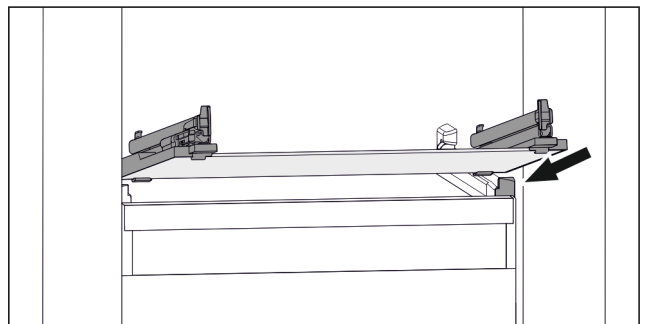

Fig. 54 Exemple de représentation de la tablette en verre
- ▶ Placer la tablette en verre, en l'inclinant, derrière les butées. (voir Fig. 54)